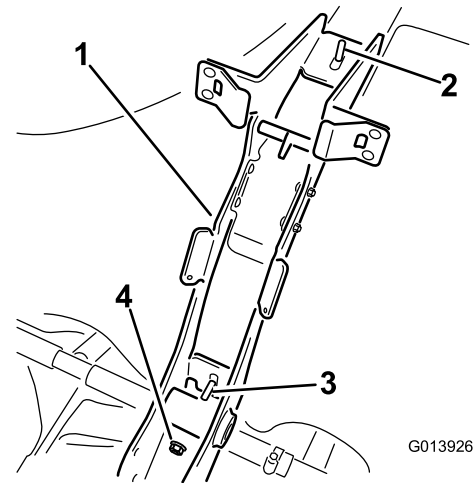

図 7
4. 下側のボルトタンクから突き出てフレームの穴に通っているにロックナットを取り付けて固定する 図 7。